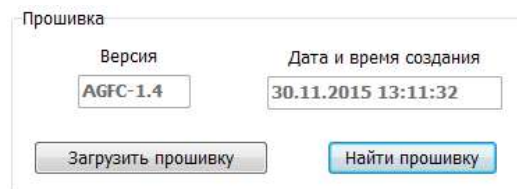

Рис.19. Чтение прошивки и загрузка прошивки в устройство.
- После загрузки файла прошивки пользователю станет доступной кнопка «Прошить» и появится информация о прошивке: версия, дата и время создания файла (Рис.19).